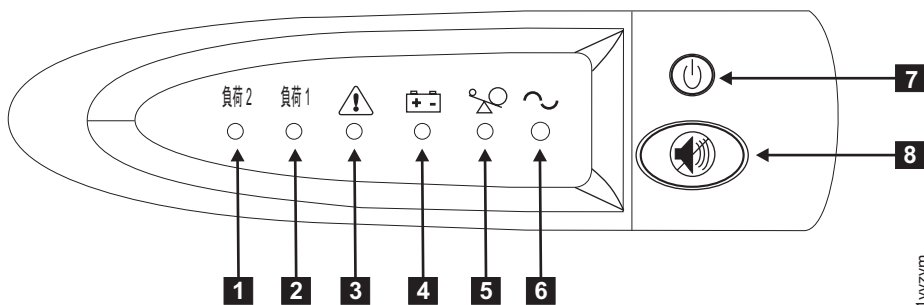

図 239. 2145 UPS-1U フロント・パネル・アセンブリー
12. 2145 UPS-1U の電源をオンにするには、オン/オフ・ボタン (図 239 の **2**) を押したままの状態にします。2145 UPS-1U の一部のバージョンでは、オン/オフ・ボタンを押すために、ねじ回しのような先の尖った道具が必要な場合があります。2145 UPS-1U は自己診断テストを行います。これには約 5 秒かかります。その後で、電源オン・インディケータ **1** と負荷インディケータ (**7** および **8**) が恒常的に点灯し、2145 UPS-1U が SAN ボリューム・コントローラーに電源を供給していることを示します。2145 UPS-1U は、通常モードのときにバッテリーの充電を開始します。